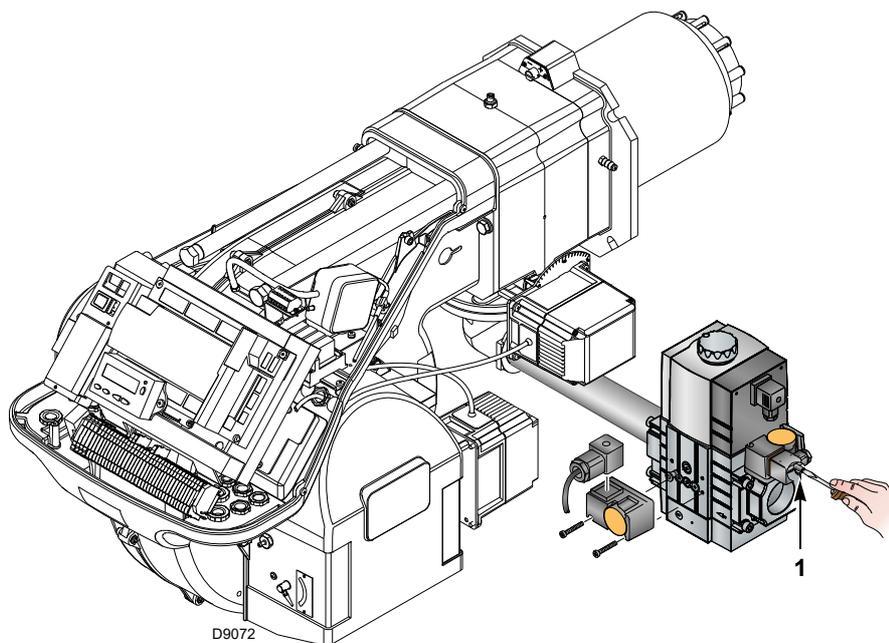

Fig. 32
- Contrôler la pression d'alimentation du gaz en raccordant un manomètre sur la prise de pression 1)(Fig. 32) du pressostat gaz minimum: elle doit être inférieure à la pression maximale admise pour la rampe gaz qui est indiquée sur la plaque des caractéristiques.
- Purger les tubes de la rampe gaz de l'air, en raccordant un tube en plastique sur la prise de pression 1)(Fig. 32) du pressostat gaz minimum. Porter le tube de purge à l'extérieur de l'édifice jusqu'à sentir l'odeur du gaz.